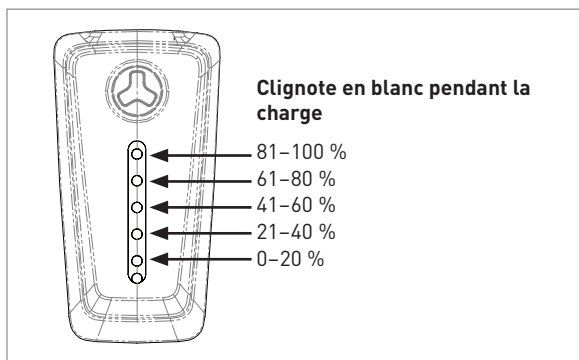

Figure 8
6. Il est possible de vérifier à tout moment l'état d'avancement de la charge en maintenant le bouton gauche ROAD CONTROL appuyé pendant quelques secondes. Une série de 1 à 5 DEL blanches s'allume sur le CONTROL HUB (Fig. 8). Le nombre total de voyants allumés indique le pourcentage de charge achevée, par tranches de 20 %. Le voyant blanc clignotant indique que les 20 % suivants de la puissance de la batterie sont en train d'être chargés. Une fois que le cinquième voyant blanc clignotant devient fixe, les cinq voyants passent au vert fixe, indiquant ainsi que la charge est terminée. Pour plus de précision sur la progression de la charge, vous pouvez utiliser l'application FAZUA qui indique l'état de charge de la batterie à 1 % près.